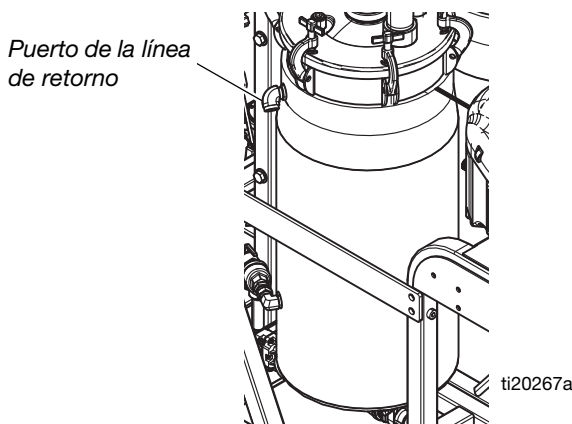

FIG. 30
- Desconecte la línea de retorno de circulación del material del lado de cada tanque y tape después el puerto del tanque. Esto empujará el aceite mineral y lo hará salir por las líneas de fluido. Dirija los tubos de retorno hasta contenedores de desechos. Consulte la FIG. 30.